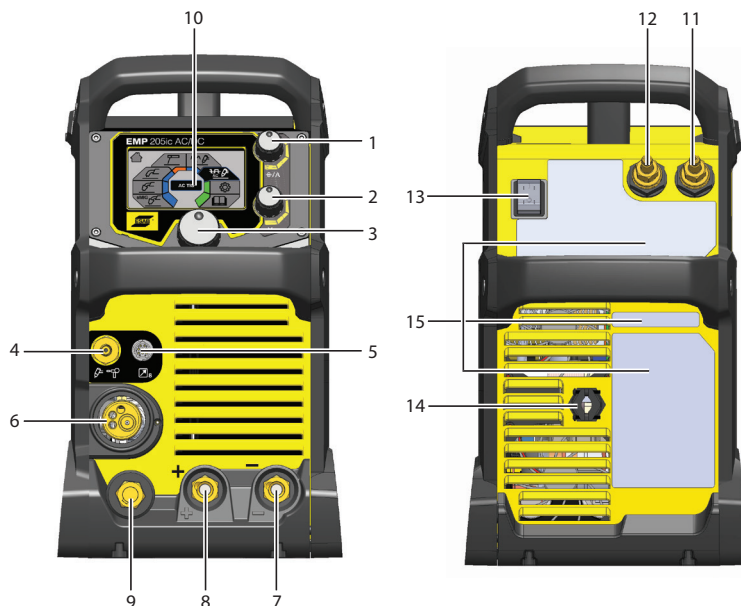

Figura 1. Viste anteriore e posteriore: Modello EMP 205ic CA/CC
La fonte di alimentazione presenta due uscite per la connessione dei cavi di saldatura e di ritorno: un terminale [-] negativo (7) e un terminale [+] positivo (8) (vedere la Figura 1).
Per il processo TIG, collegare il cavo di alimentazione della torcia TIG al terminale negativo [-] (7), vedere illustrazione. Collegare il dado di ingresso del gas sulla torcia TIC al connettore di uscita del gas (4) collocato sul lato anteriore della fonte di alimentazione. Collegare la connessione rapida di ingresso del gas (12), sul pannello posteriore, a una fornitura di gas con protezione regolata. Connect the work return lead to the return-cable terminal Uscita positiva [+] (9). Collegare il connettore della torcia all'uscita negativa [-] (7) (vedere la Figura 1).